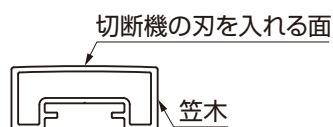

図1-2
- 笠木を切断する場合、笠木の天面になる側から切断機の刃をいれるようにしてください。(図1-2参照)